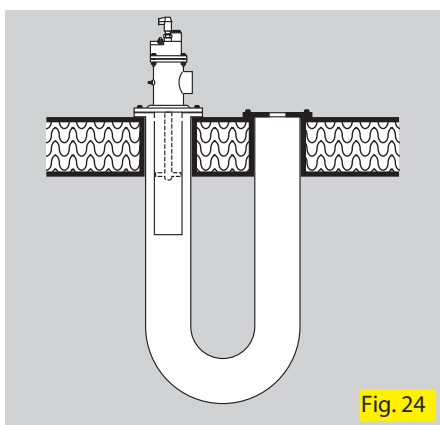

Fig. 24
Brennerrohre bei BIO(A) mit Spülluftbohrungen und/oder in Edelstahlausführung in Verbindung mit Brennerersatzrohren für den Einsatz in Strahlrohren und Brennkammern (Fig. 24 + 25).